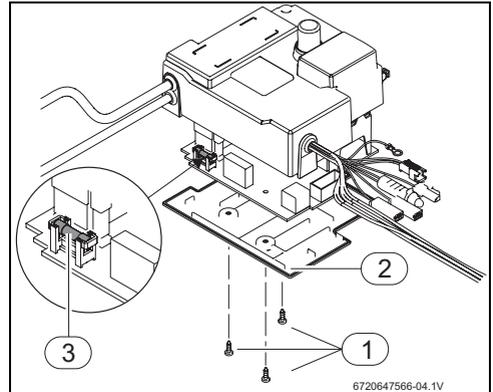

Fig. 15 Caja de control
- ▶ Retirar los 3 tornillos de la caja de control (Fig. 15, [1]) y retirar la tapa (Fig. 15, [2]).
- ▶ Sustituir el fusible (Fig. 15, [3]), respetando las especificaciones.